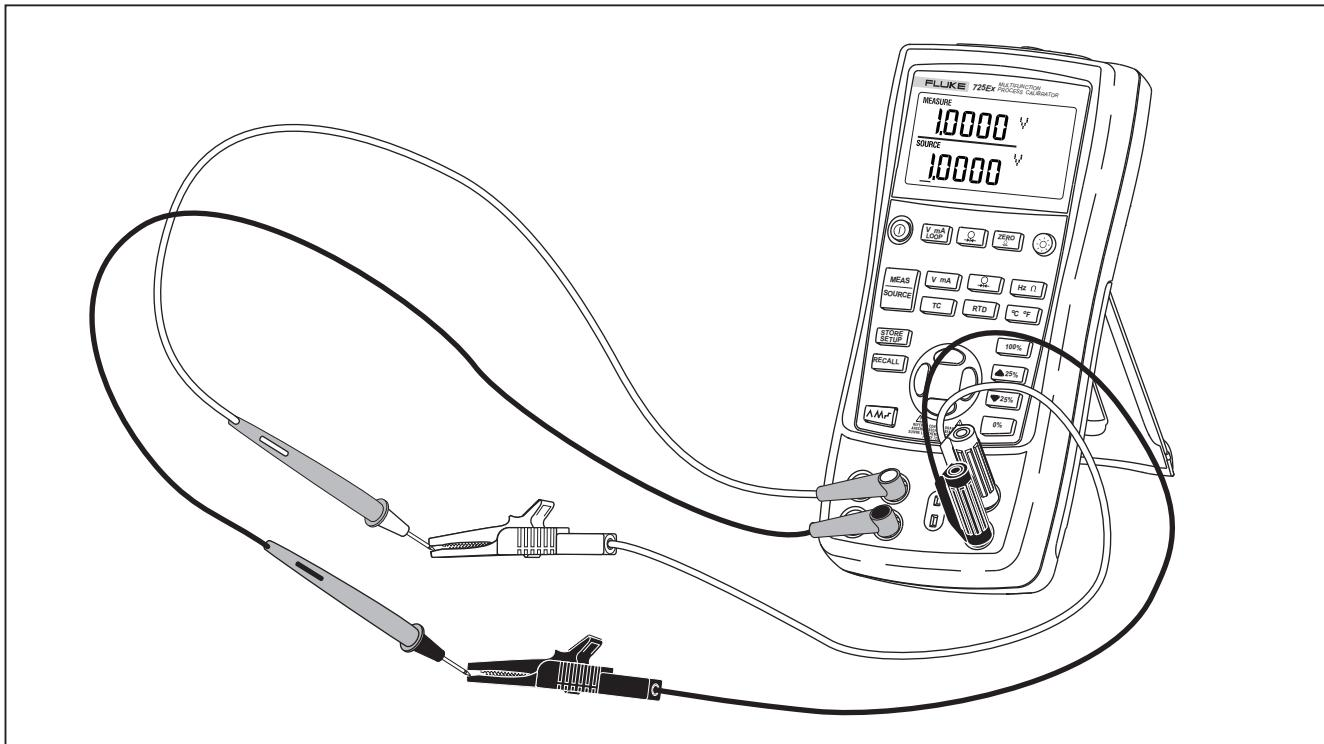

图 5.电压-电压的测试
1. 如图 5 所示，将本校准器的电压输出装置连接至电压输入装置。
2. 按 ① 启动校准器。按 **V mA LOOP** 选择直流电压（显示屏上部）。
5. 按 ④ 和 ⑥ 选择要更改的数字。按 ⑤ 选择 1 V 作为输出值。按住 **9%** 输入 1 V 作为 0 % 值。
6. 按下 ⑦ 将输出增加到 5 V。按住 **100%** 输入 5 V 作为 100 % 值。